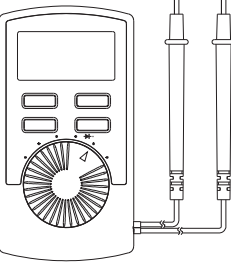

Рисунок 5
5.4. Измерение частоты и коэффициента заполнения/нагрузки (см. Рис. 5)